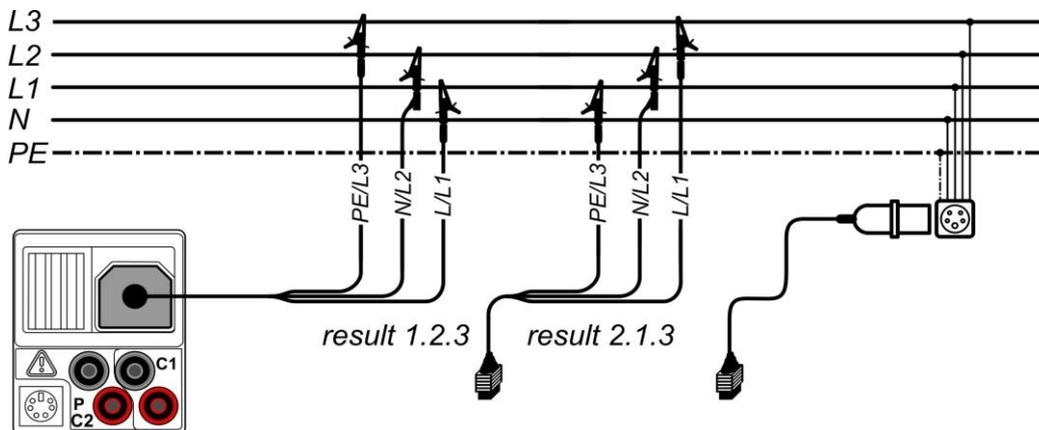

Abbildung 5.2: Anschluss der 3-Leiter-Prüfleitung sowie des optionalen Adapters im Drehstromsystem
- ❑ **Schließen** Sie die Prüfleitungen am Prüfling an, (siehe **Abbildung 5.2 und 5.3**).